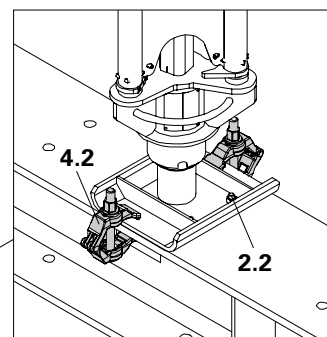

Fig. A3.02.1
4. Sikres med to Dragerklemmer (4.2) hver. (Fig. A3.02.1)